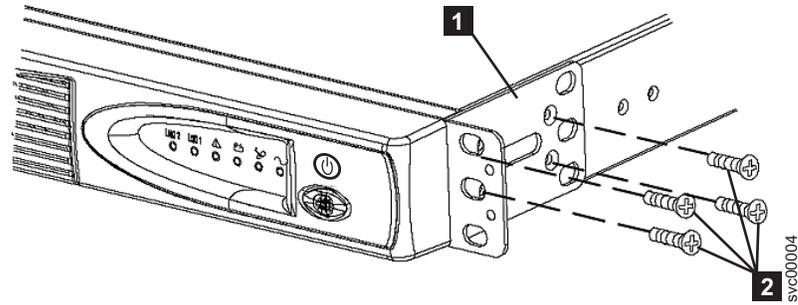

図8. 2145 UPS-IU 用サポート・レールのラックへの取り付け
- 取り付けブラケットごとに 4 つの M3 × 6 ねじ **2** を使用して、取り付けブラケット **1** の長い側を 2145 UPS-1U の各側面に取り付けます (19 ページの図 8 を参照)。